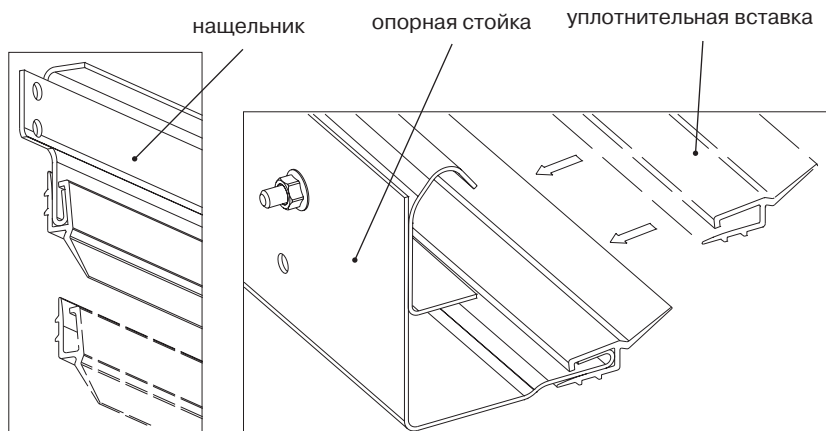

Рис. 7.1. Установка уплотнительной вставки
- Установить в нащельник и опорные стойки уплотнительные вставки как показано на рис.7.1.